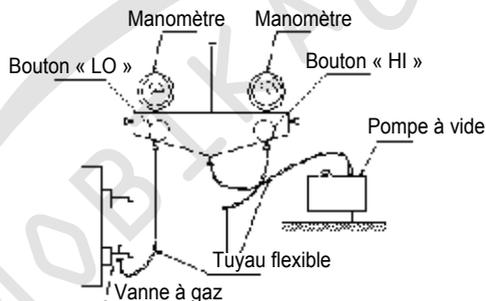

Fig. 9
- 3) Comme indiqué sur la figure suivante (Fig. 9), expulsez le gaz présent dans l'unité intérieure et le tuyau de fluide réfrigérant à l'aide d'une pompe à vide.